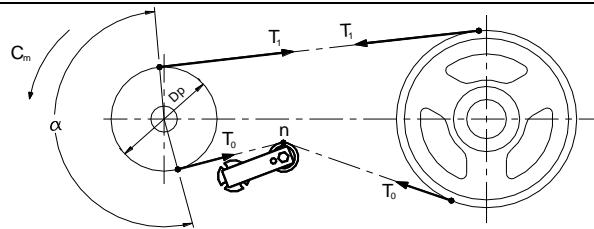
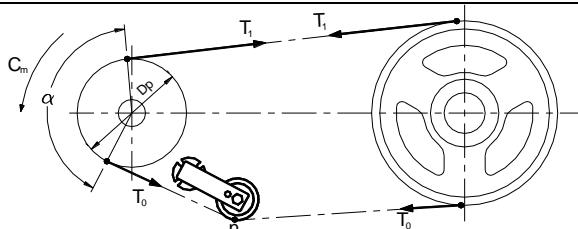

Fig 10 TENSIONAMENTO DALL'ESTERNO VERSO L'INTERNO TIGHTENING FROM THE OUTSIDE TOWARDS THE INSIDE SPANNEN VON AUSSEN NACH INNEN
Fig 11 TENSIONAMENTO DALL'INTERNO VERSO L'ESTERNO TIGHTENING FROM THE INSIDE TOWARDS THE OUTSIDE SPANNEN VON INNEN NACH AUSSEN
**I** La trasmissione a cinghia non assicura una perfetta costanza del rapporto di trasmissione a causa di inevitabili errori dello sviluppo della lunghezza della cinghia e per la presenza di slittamenti tra cinghia e puleggia dovuti ai seguenti fattori: piccolo angolo di avvolgimento  $\alpha$ , basso coefficiente d'attrito tra le superfici di contatto per la possibile presenza di olio, grasso, snervamento della cinghia determinato dall'usura e dall'invecchiamento della stessa e basso pretensionamento della cinghia. Per eliminare gli slittamenti, quindi diventa necessario l'utilizzo di un tenditore automatico, poiché consente di recuperare gli allungamenti e di assorbire le vibrazioni provocando un nodo "n" in un punto conveniente della traiettoria della cinghia, e di aumentare l'angolo di avvolgimento  $\alpha$ , se il tendicinghia viene collocato con azionamento dall'esterno verso l'interno. Consigliamo di montare il tendicinghia all'esterno della trasmissione fig 10, ma si può posizionare anche all'interno fig 11. I rulli in acciaio o plastica sono idonei solo per andare in contatto con il dorso della cinghia. Quando il tensionamento viene eseguito, invece, dall'interno verso l'esterno, con cinghie trapezoidali e dentate, si deve utilizzare una puleggia che ricalchi la sagoma della cinghia.
To avoid micro-sliding, the use of an automatic tightener becomes a must and a way to recover any lengthening as well as vibrations with an "n" knot in a convenient position along the belt path if the belt tightener is positioned with operation from the outside towards the inside. We advise fitting the belt tightener on the outside of the transmission, fig. 10, but it may also be positioned on the inside, fig. 11. Steel or plastic rollers are suitable only for coming in contact with the back of the belt. Instead, when tightening is performed from the inside towards the outside, with V-belts and cogged belts, a pulley which reproduces the outline of the belt must be used.
Der Riemenspanner sollte außen am Antrieb montiert werden (Abb. 10), er kann aber auch innen im Antrieb positioniert werden (Abb. 11). Die Rollen aus Stahl oder Kunststoff eignen sich nur für den Kontakt mit der Riemenoberseite. Wenn der Riemen dagegen von innen nach außen gespannt wird, ist bei Keil- und Zahnriemen eine Riemenscheibe erforderlich, welche sich an die Form vom Riemen anpasst.